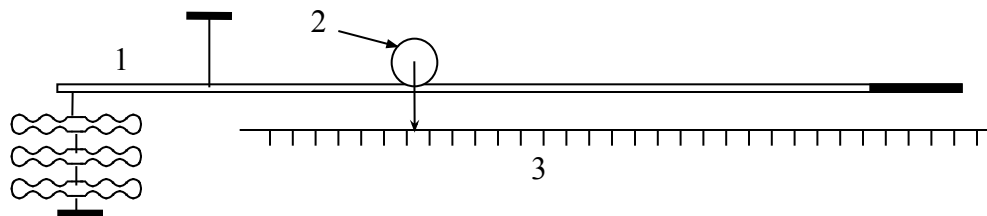

Рис. 4.2.7. Реализация силового компенсационного метода измерения давления.
2.1. Силовый компенсационный метод (рис. 4.2.7).